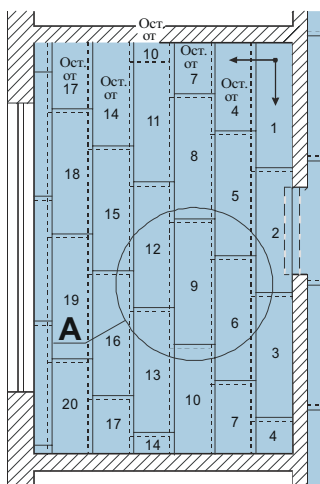
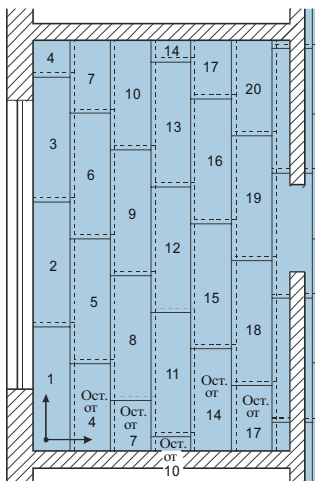
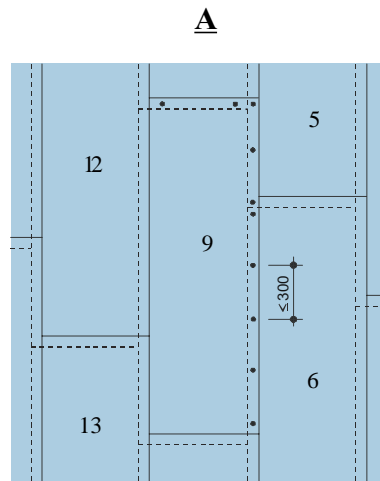

Рис. 1
Рис. 2
Рис. 3
- **укладка** для сохранения поверхности засыпки ведется от стены с дверным проемом (справа налево) (рис.1). При монтаже с противоположной стороны (рис.2) на засыпке устраиваются островки для передвижения. У элементов пола, примыкающих к стенам, фальцы в области сопряжения обрезаются. Каждый новый ряд начинается с укладки остатка отрезанного элемента предыдущего ряда, что исключает отходы и обеспечивает смещение торцевых стыков в соседних рядах, которое должно составлять не менее 250 мм. Перед укладкой элемента пола на фальцы сопрягаемых с ним уложенных элементов наносится клей. По мере укладки следующего ряда производится скрепление фальцев соседних элементов винтами для ГВЛ (рис.3) длиной от 19 мм до 30 мм (не допускается повреждение пролегающих под стяжкой коммуникаций и разделительного слоя). Установку винтов производить с шагом не более 300 мм, нагрузив элемент своим весом. Выступающий из стыков клей снять шпателем;